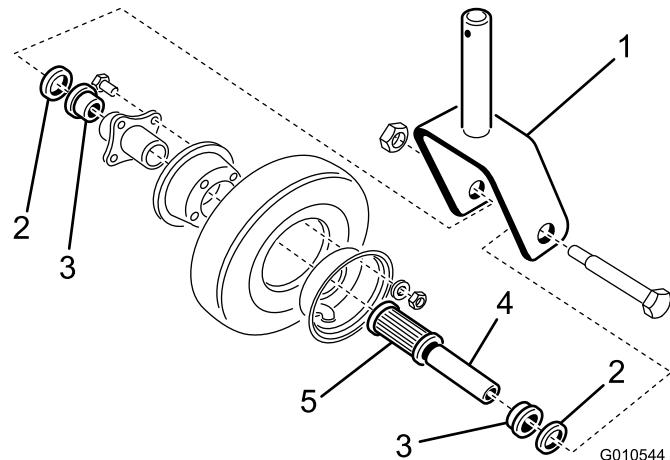

Figura 19
2. Incline la rueda a un lado y deje que salga el casquillo intermedio (Figura 19).
3. Retire uno de los retenedores del cojinete del cubo de la rueda deje que salga el cojinete. Retire el retenedor del cojinete del otro lado del cubo de la rueda (Figura 19).